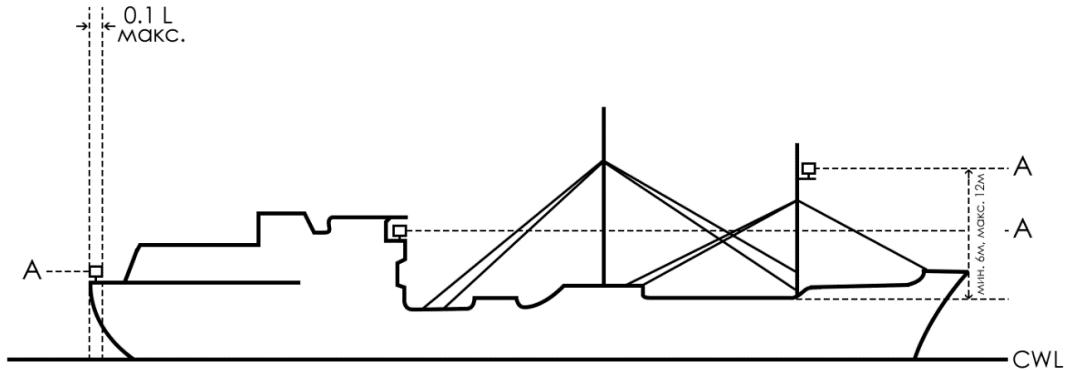
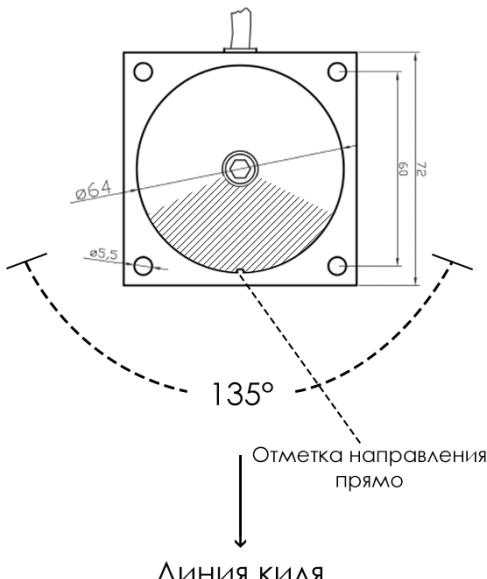

Рис. 1 «Установка топовых СОФ»
Рис. 4 «Позиционирование кормовых СОФ»
При установке СОФ, его горизонтальная плоскость (A), должна быть параллельна конструктивной ватерлинии (CWL) (Рис. 1). Отметка направления к носу на СОФ должна располагаться параллельно линии киля, в соответствии с разметкой на судне. Для точной установки воспользуйтесь Рис. 2. Особое внимание должно быть уделено направлению относительно носа судна. Расчеты **X**" (Рис. 2) должны быть выполнены точно, в противном случае интенсивность света в направлении прямо может уменьшиться.
При установке СОФ его горизонтальная плоскость (A) должна быть параллельна конструктивной ватерлинии (CWL) (Рис. 1). Отметка направления к носу, расположенная на СОФ (Рис. 3) должна располагаться на и над линией киля, в соответствии с разметкой на судне. Для точной установки, см. Рис 3.
При установке СОФ его горизонтальная плоскость (A) должна быть параллельна конструктивной ватерлинии (CWL) (Рис. 1). Отметка направления прямо, расположенная на СОФ (Рис. 4), должна располагаться на и над линией киля, в соответствии с разметкой на судне. Для точной установки, см. Рис 4.